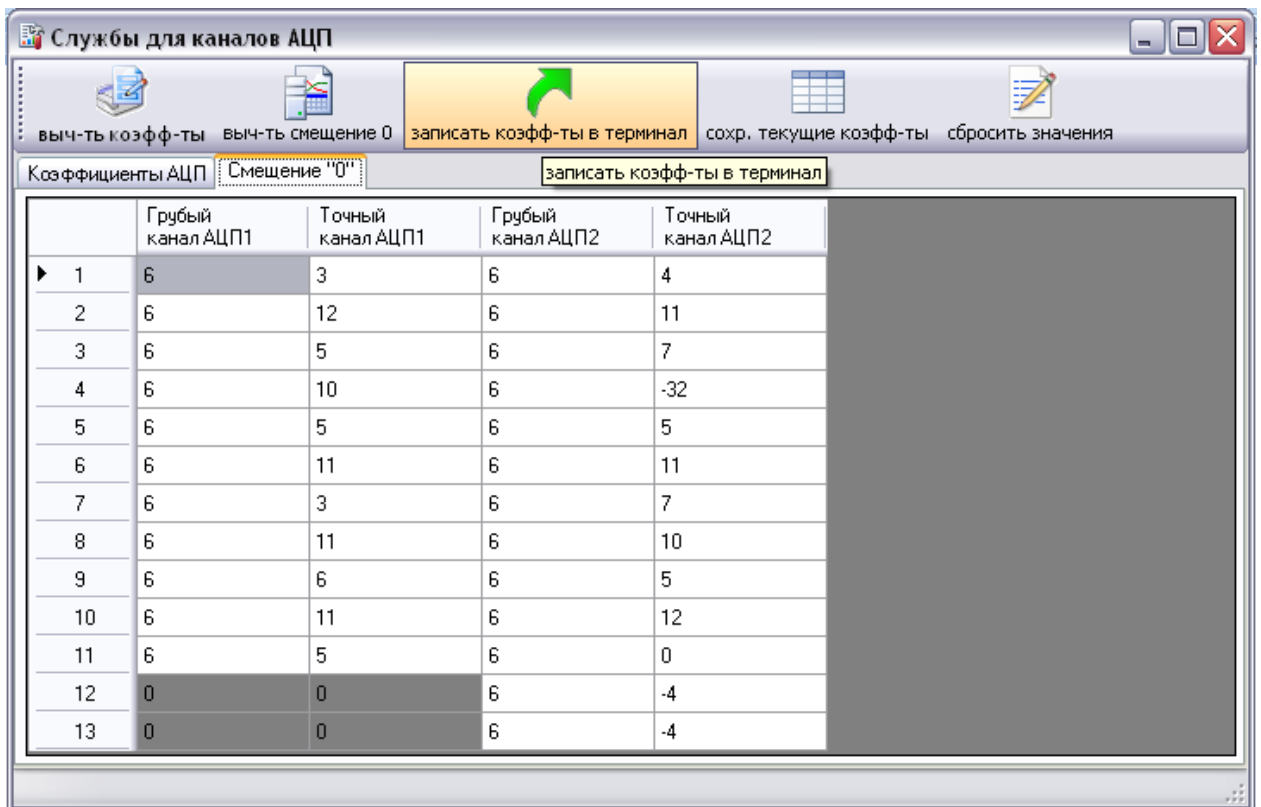

Рисунок 21 – Запись коэффициентов в терминал
- записать вычисленные значения в терминал, выбрав **Записать коэф-ты в терминал** (см. рисунок 21). Запись разрешена только после ввода пароля. Паролем по умолчанию является набор символов «0100»;
- после настройки всех каналов, записать коэффициенты в терминал (см. рисунок 21);